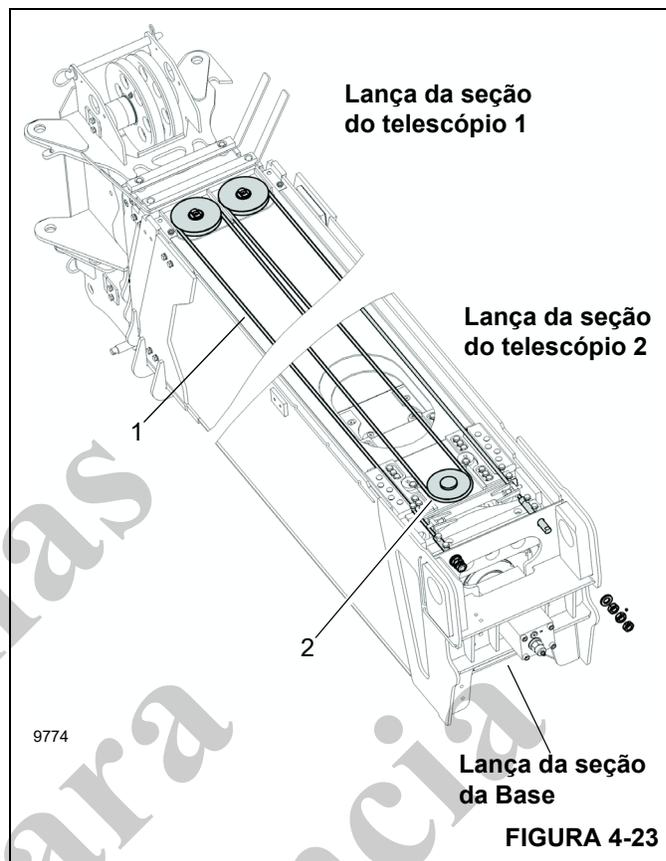

FIGURA 4-23
29. Estire o cabo de sincronização com diâmetro de 3/8 (1, Figura 4-23) para fora, junte as extremidades rosca-das novamente para formar um laço e encontre o centro do comprimento do cabo. Deslize esse laço intermediário da parte frontal para a traseira através da fenda de fixação do cabo na parte superior da base da lança da seção do Telescópio 2. Deslize a polia retentora (2) para sua fenda, da parte traseira para a dianteira, para que a porção elevada da polia deslize na fenda da placa de fixação do cabo. Puxe esse laço do cabo para frente para travar o cabo de sincronização (1) na lança da seção do Telescópio 2. Coloque o conjunto da caixa de polias (42, Figura 4-12) na parte superior frontal da lança da seção do Telescópio 2 com sua barra superior voltada para cima e para a frente. Passe as duas extremidades rosca-das do cabo em direção à traseira da lança para formar dois laços, esquerdo e direito, na frente da lança. Deslize os laços esquerdo e direito para os lados esquerdo e direito do conjunto da caixa de polias.
30. Instale rolamentos (44) nas polias (45), aplique graxa de chassi com pincel, instale os pinos com extremidades achatadas (43) nas polias com as graxeiras voltadas para a traseira da lança e deslize os pinos (com as polias) para dentro das fendas na frente do conjunto da caixa de polias. Puxe as extremidades rosca-das dos cabos em direção à base da lança e passe sobre a base da lança.
11. Instale a placa de desgaste (47, Figura 4-12) na parte superior do conjunto de fixação dos cabos de extensão 2/3/4 (18) usando parafusos (48), em seguida, instale o conjunto de fixação dos cabos de extensão 2/3/4 nas fendas na base, na parte superior da lança da seção do Telescópio 1 enquanto guia os cabos de extensão 2/3/4 ao conjunto de fixação. Instale espaçadores (19), porcas (21), porcas sextavadas (20) e parafusos de trava (49) nas extremidades roscadas dos cabos de extensão 2/3/4. Trave o conjunto de fixação do cabo (18) no lugar com parafusos (17) pelas placas laterais superiores traseiras da lança da seção do Telescópio 1. Aperte as porcas (21), as porcas sextavadas (20) e os parafusos de trava (49) de acordo com "Retenção do cabo" na página 4-34. Assegure que os cabos de sincronização (1, Figura 4-23) estejam rosqueados na parte superior da fixação dos cabos de extensão 2/3/4 (18, Figura 4-12).